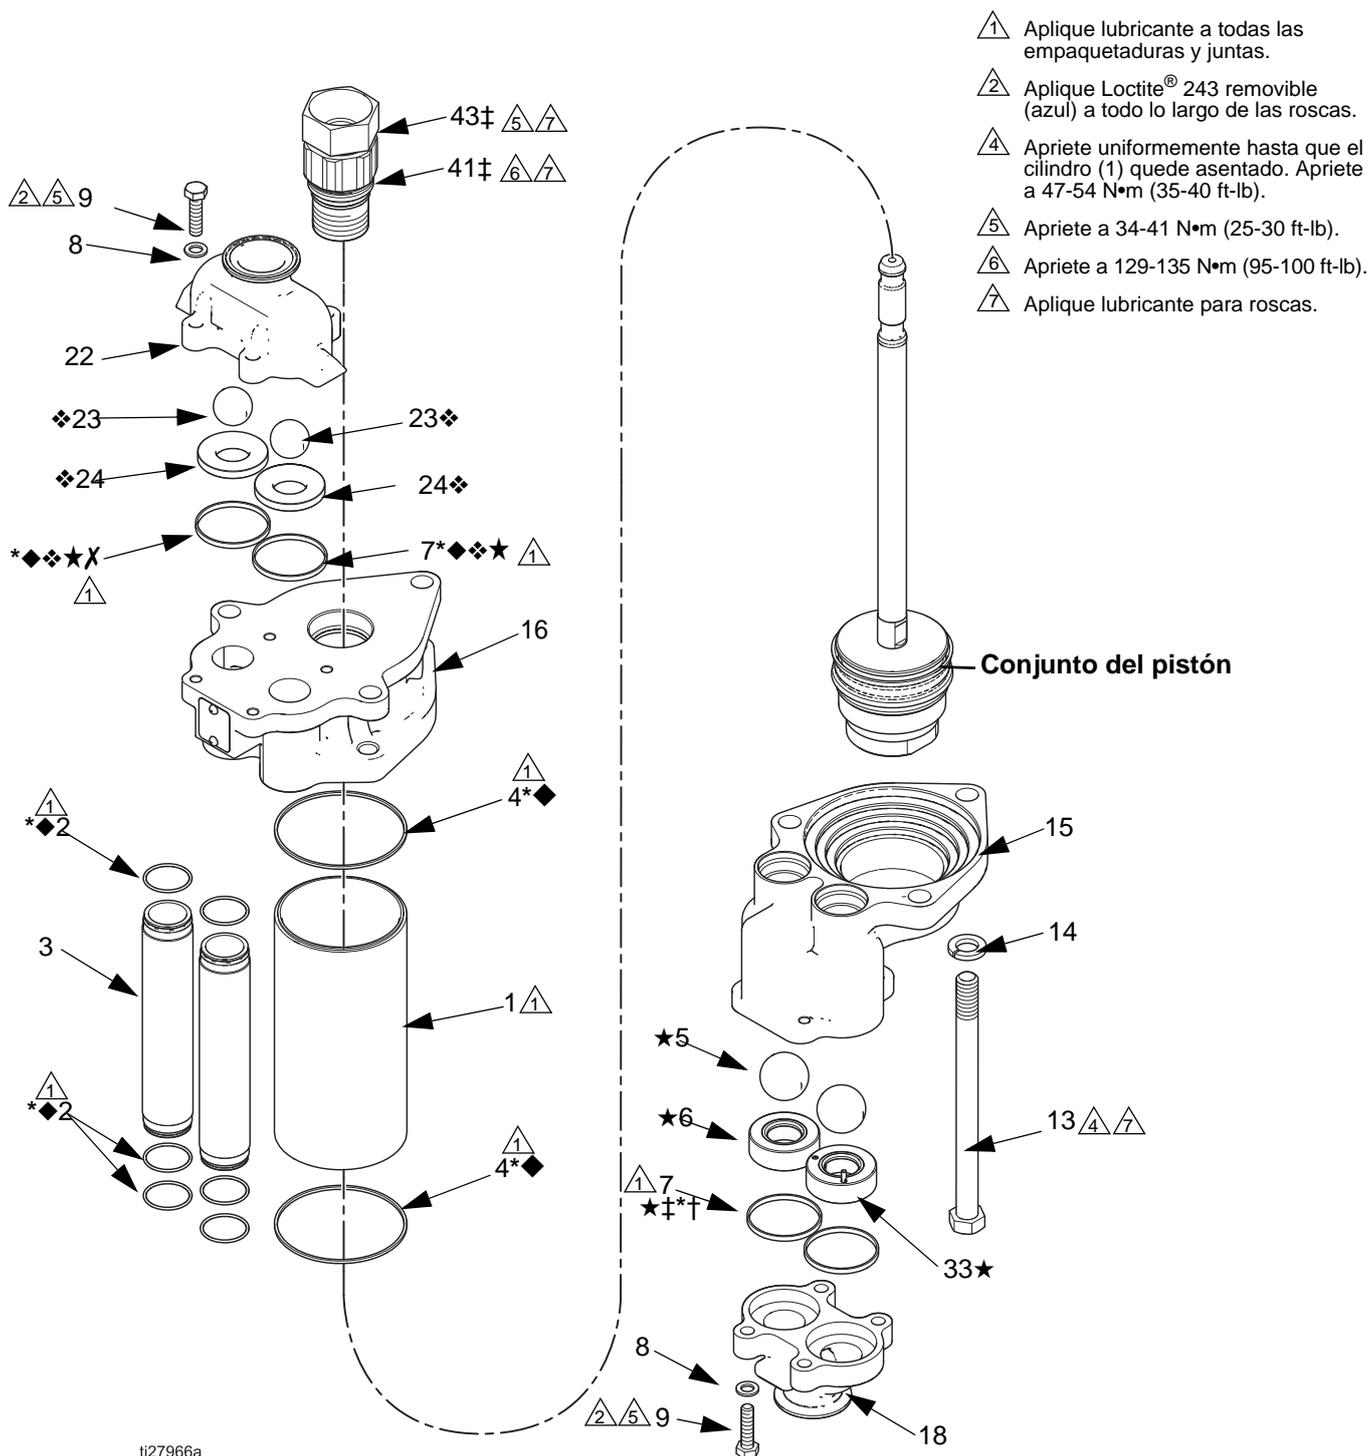

FIG. 5. Vista desarrollada de la base de bomba
NOTA: Consulte la FIG. 5 en la página 9, para ver una vista desarrollada de las piezas.
Consulte la FIG. 5 en la página 9 para ver una vista desarrollada de las partes.
El asiento de retención de entrada de la válvula (6★) debe instalarse en la entrada de fluido, como se muestra en la FIG. 5. La válvula de alivio reduce el riesgo de sobrepresión de la bomba. El asiento no puede aliviar presión si se instala en el otro lado del alojamiento de entrada de fluido (15).
4. Coloque el colector de retención de entrada (18) en el alojamiento de entrada de fluido (15). Aplique Loctite® 243 removible (azul) a todo lo largo de las roscas del tornillo con cabeza para llave (9). Instale las arandelas de seguridad (8) y los tornillos con cabeza para llave (9). Apriete a 34-41 N•m (25-30 ft-lb). Vea la FIG. 5.